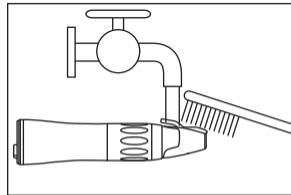

Fig. 11
1) Limpe o exterior do instrumento sob água corrente utilizando uma escova suave (não metálica) (Fig. 11).